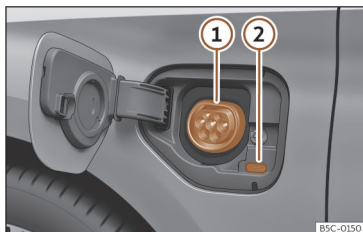

Fig. 205 Por trás da tampa de carregamento da bateria na parte dianteira esquerda: Tomada de carregamento
»» **Fig. 205**
- Com o veículo destrancado, ao pressionar a tampa de carregamento da bateria esta abre-se»» **Fig. 205**.